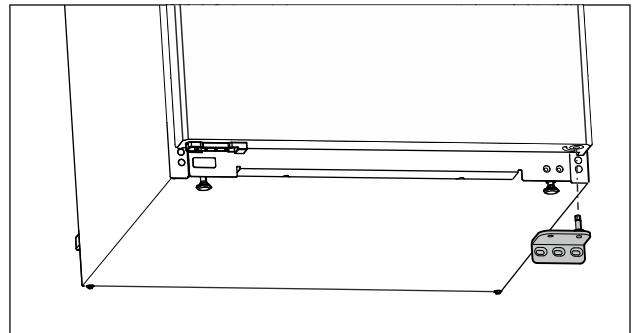

Fig. 7
- ▶ Зніміть опорний кронштейн у напрямку вниз. (див. Fig. 7)